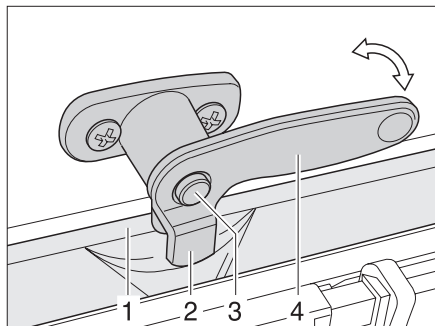

Fig. 27 Leva di serraggio con bottone di sicurezza in posizione "Aerazione continua"
- ▶ Se presente, premere il bottone di sicurezza (Fig. 27,3) e mantenerlo premuto.